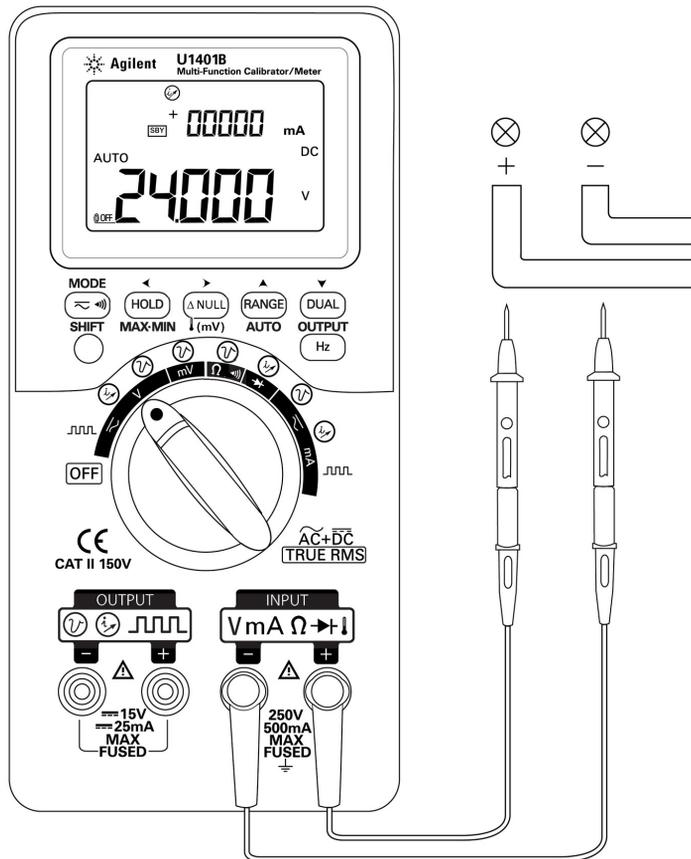

Figura 3-1 Misurazione della tensione CC
- 3 Collegare i puntali di misura rosso e nero rispettivamente ai terminali di ingresso positivo e negativo (Figura 3-1 a pagina 47).